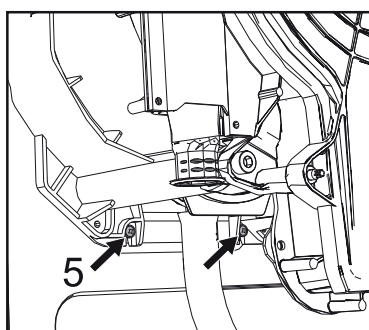

fig. 59 -
- Afloje los 2 tornillos inferiores "5" de fijación del intercambiador al bastidor ("fig. 59 -")